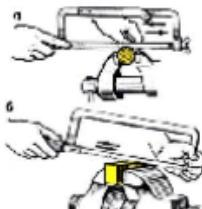

Рис. 122. Начало резки ножовкой металла: а - круглого, б - квадратного
- Для правильного начала реза на неразмеченной заготовке у места реза ставят ногтем большой палец левой руки и полотно ножовки прымывают вплотную к ногтю (рис. 122, а), ножовку держат только правой рукой. Указательный палец этой руки вытягивают вдоль ручки сбоку. Этим обеспечивается устойчивое положение ножовки во время резки.
**Резка квадратного металла.** Заготовку закрепляют в тисках и в месте будущего реза трехгранным напильником делают неглубокий пропил для лучшего направления ножовки или запилювают металл. В начале операции ножовку наклоняют в сторону от себя (вперед). По мере врезания наклон постепенно уменьшают до тех пор, пока рез не дойдет до противоположной кромки заготовки. Затем заготовку разрезают при горизонтальном положении ножовки (рис. 122, б).